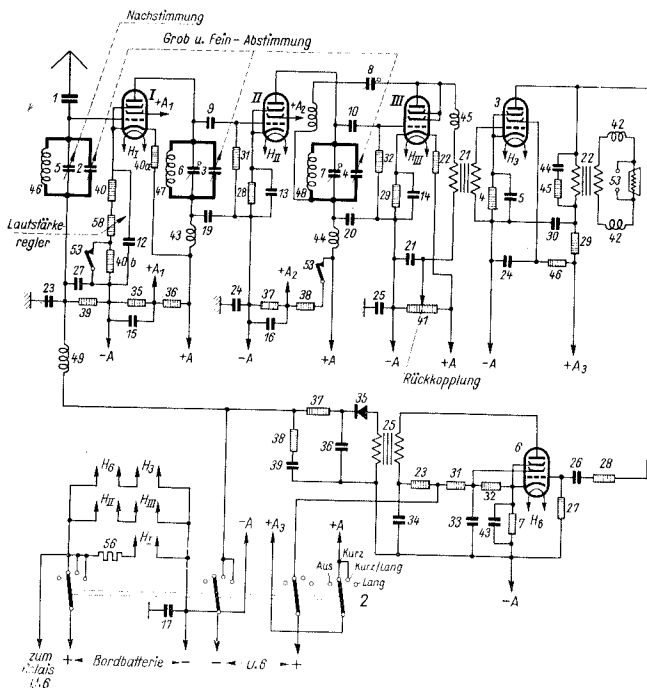

Abb. 10 Schaltplan zu Empfänger E. 6 KL, Kurz.
Wirkungsweise (vergl. Abb. 10 und 11): Zur Zubetriebsetzung nur des Kurzwellenteiles von Empfänger E. 6 KL ist der Wellenbereich-Schalter (2) am Empfängerschaltteil auf Stellung „Kurz“ zu schalten. Die Röhren erhalten dann Heizspannung aus der Bordbatterie sowie Anoden- und Hilfsspannungen aus dem durch ein Relais eingeschalteten Empfänger-Uniformer U. 6.